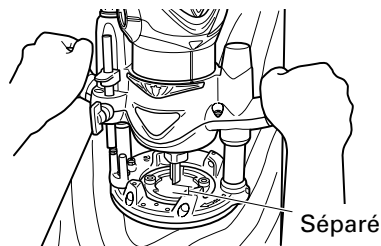
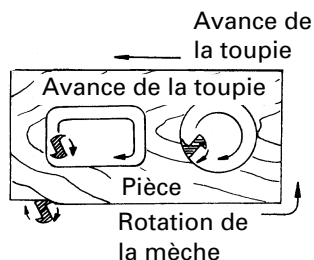

Fig. 7
Fig. 8
- (1) Débarrasser la mèche de tout résidu du matériau coupé avant de mettre l'outil sous tension. (Fig. 7)
- (2) Ensuite, mettre l'outil sous tension et attendre que la mèche ait atteint sa vitesse maximale.
- (3) Abaisser le corps de l'outil en poussant le levier de verrouillage vers le bas.
- (4) Relâcher le levier de verrouillage à la position la plus basse, et appuyer à nouveau dessus pour verrouiller solidement le corps de l'outil.
- (5) La mèche tourne dans le sens des aiguilles d'une montre (sens de la flèche indiqué sur le socle). Pour obtenir le rendement de coupe maximal, faire avancer la toupie conformément au sens d'avance indiqué à la Fig. 8.